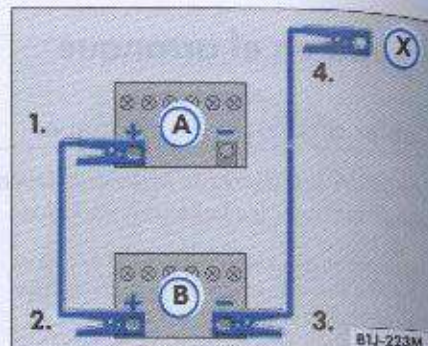

Fig. 152 Secuencia de conexión de los cables auxiliares de arranque
3. Conecte una extremidad del cable auxiliar de arranque **rojo** al terminal positivo ⇒ fig. 152
4. Conecte la otra extremidad del cable auxiliar de arranque **rojo** al terminal positivo ⇒ fig. 152
5. Conecte una extremidad del cable auxiliar de arranque **negro** al terminal negativo ⇒ fig. 152
6. Conecte la otra extremidad del cable **negro** en el vehículo con la batería descargada a una pieza maciza ⇒ fig. 152